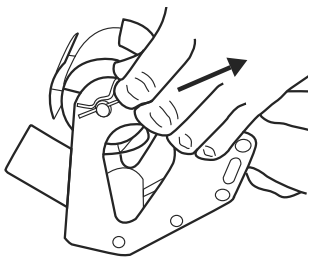

Figure 1
1. Retirez la goupille. (Voir Figure 1)